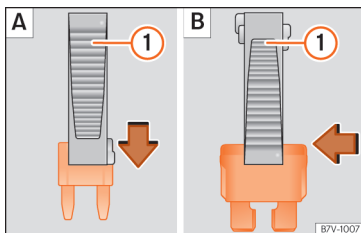

Abb. 61 Sicherung entnehmen oder einsetzen.
- Kleine Sicherungen:** Klammer von oben aufstecken » **Abb. 61 A**.
- Größere Sicherungen:** Klammer seitlich auf die Sicherung schieben » **Abb. 61 B**.